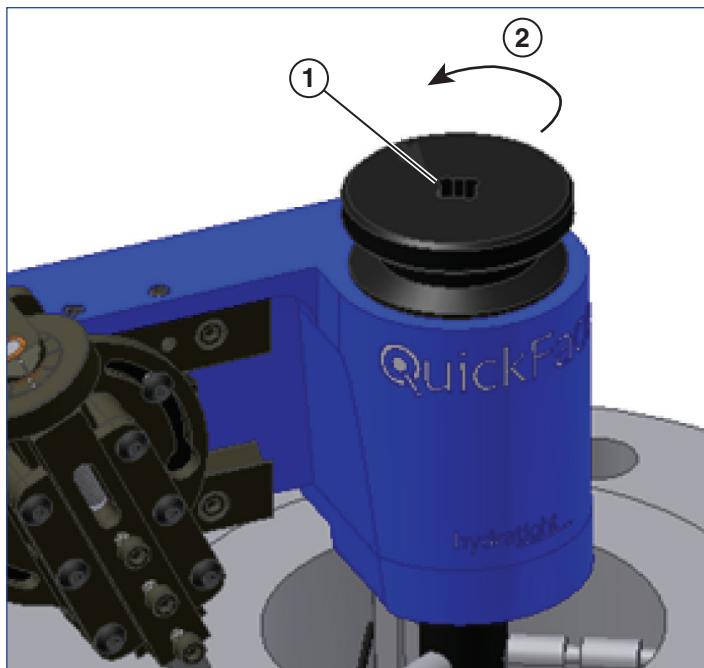

Figuur 14
7. Pak de snijdiepte-instelknop stevig vast in de palm van uw hand. Trek de QuickFace met een stevige greep rechtsonder rond op het flensoppervlak (zie figuur 14). Zorg ervoor dat er geen losse kleding of andere obstakels in het snijpad zitten of binnen het werkgebied van de QuickFace. Als het snijden meer kracht vereist dan gewenst, neem de beitelpunt uit de snede terug met behulp van de snijdiepte-instelknop. **ALS DE QUICKFACE NIET GEMAKKELIJK DRAAIT OVER HET FLENSOPPERVLAK TIJDENS HET SNIJDEN, STOP HET SNIJDEN EN STEL DE SNIJDIEPTE OPNIEUW IN.**